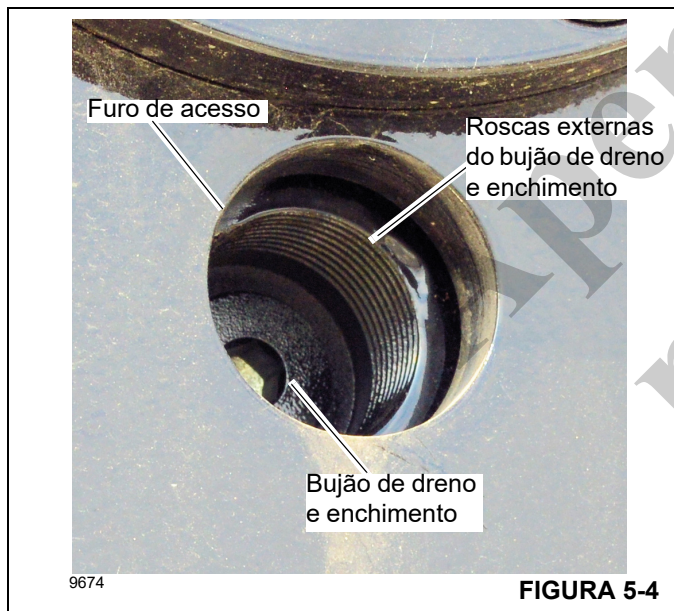

FIGURA 5-4
2. Gire o tambor do guincho de modo que o bujão de dreno e enchimento (Figura 5-4) esteja alinhado com o furo de acesso do dreno de óleo na posição das 6 horas (3, Figura 5-3).
3. Instale um tubo curto de 1 pol. (25 mm) nas roscas externas ao redor do bujão de dreno e enchimento (Figura 5-4).
2. Usando uma chave Allen de 5/16 pol. (8 mm), remova o bujão de dreno e enchimento (Figura 5-4).
5. Usando uma chave Allen de 5/16 pol. (8 mm), instale e aperte o bujão de dreno e enchimento (4, Figura 5-4). Aperte o bujão de dreno e enchimento com torque de 67,8 Nm (50 pés-lb).